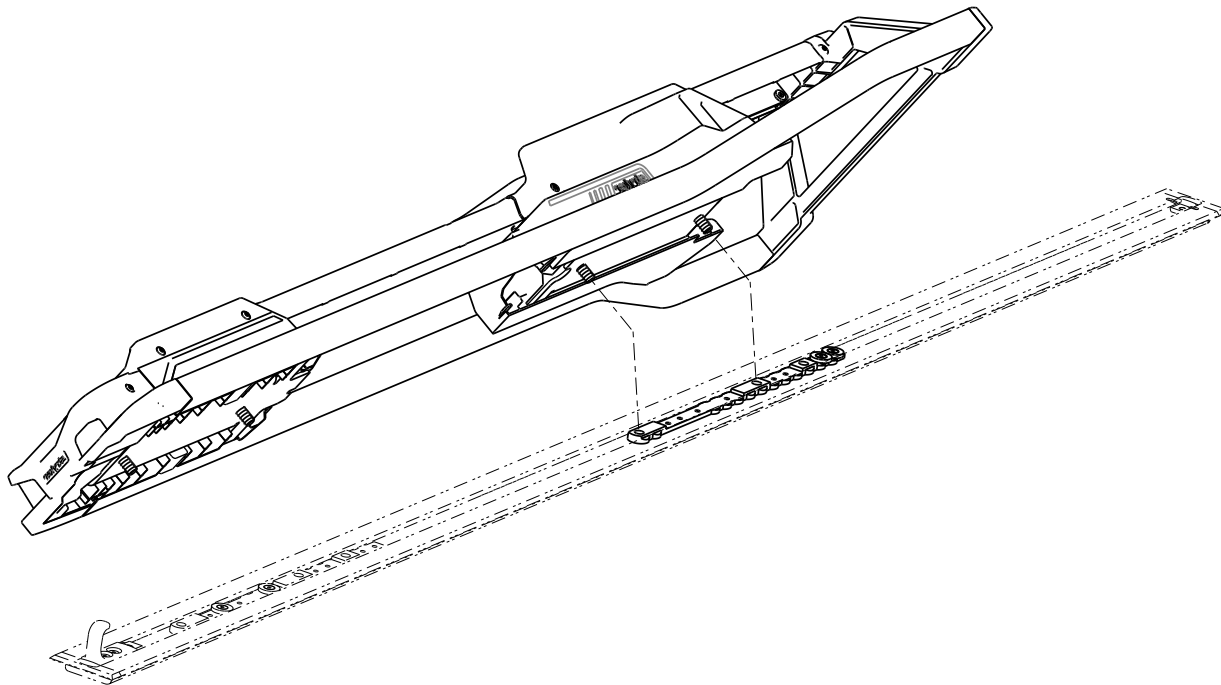

Рисунок 5 – Выравнивание Performance-LOAD
1. Поместите **Performance-LOAD** на напольную пластину. Совместите два болта на головном конце с двумя отверстиями в планке (Рисунок 5).